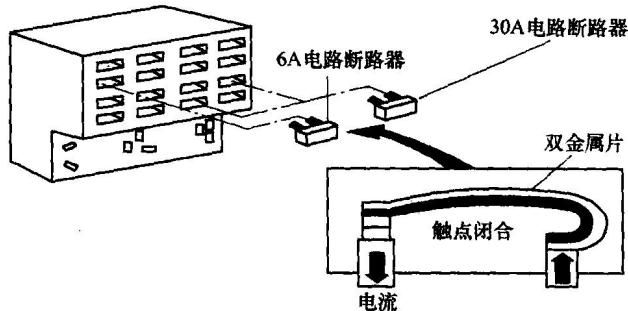

图 1-5 断路器示意图
(3) 断路器 电路断路器通过断开电路和截断电流以防止导线和电子元器件过热和可能因此造成的火灾，在电路中用于防止有害的过载(额外的电流)。电路断路器利用两种不同金属(双金属片)的热效应断开电路，如图 1-5 所示。如果额外的电流经过双金属片，双金属片弯曲，触点开路，阻止电流通过；当电路断路器冷却时，触点再次闭合，电路导通；当无电流时，双金属片冷却而使电路重新闭合，电路断路器复位。